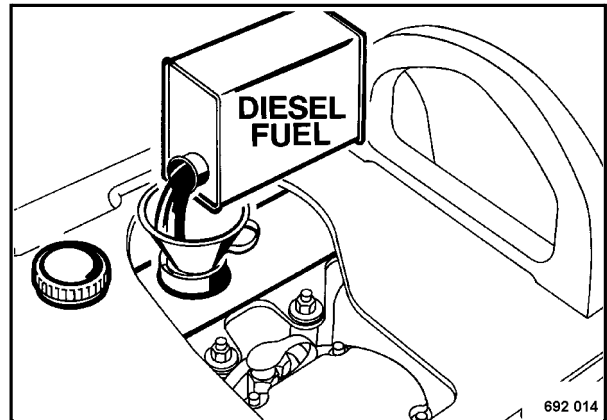

Fig. 2
- Limpiar el entorno de la tapa del depósito, desenroscar la tapa del depósito (Fig. 2).